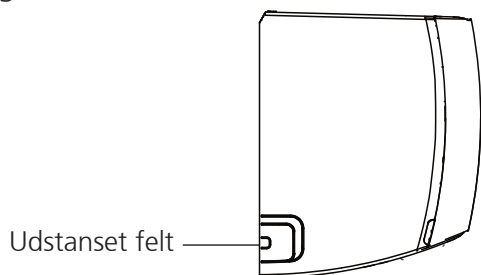

Fig. 4.3
2. Hvis væghullet befinder sig bag enheden, skal den udtrækelige plade forblive på plads. Hvis væghullet befinder sig ved siden af indendørsenheden, skal den udtrækelige plastplade på denne side af enheden fjernes. (Se **Fig. 4.3**). Hermed opstår et hul, som rørene fra enheden kan føres ud igennem. Brug en spids tang, hvis plastpanelet ikke lader sig fjerne med håndkraft.